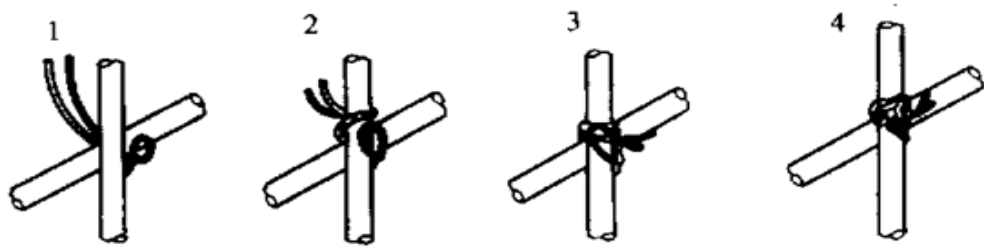

图 4-19
3.1.5.1 按已划好的箍筋位置线，将已套好的箍筋往上移动，由上往下绑扎，宜采用缠扣绑扎，如图 4-19。